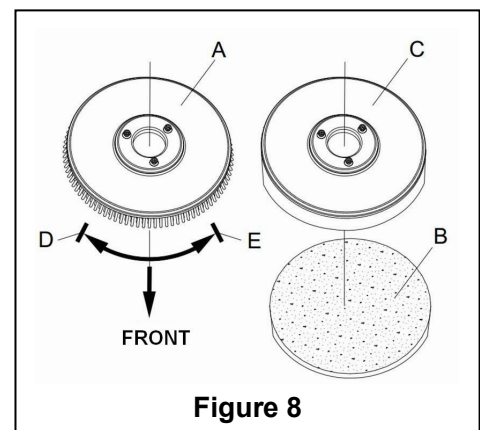

Figure 8
Selon le type de sol à nettoyer, la machine peut être équipée d'une brosse (Figure 8, A) ou d'un support de disque de nettoyage (Figure 8, B et C).
1. (Uniquement applicable sur **AS430B** et **AS510B**) : assurez-vous que l'interrupteur (41) est en position arrêt (**O**).
2. Appuyez sur le guidon (2) pour incliner la machine vers l'arrière (26).
3. Placez la brosse (A) ou le plateau porte disque (B - C) selon le cas.
4. Utilisez le guidon (2) pour approcher le carter de la brosse (26) afin qu'il entre en contact avec la brosse ou le plateau porte disque.
5. Pour installer automatiquement la brosse/plateau porte disque, placez l'interrupteur d'alimentation (41) sur la position "I" et appuyez sur l'interrupteur de sécurité. Pousser doucement la machine vers l'avant afin de permettre à la roue de la courroie au fond du corps du réservoir de s'aligner avec la brosse ou le plateau porte disque qui peut ensuite être installé. Puis relâchez l'interrupteur de sécurité. Si nécessaire, répétez cette procédure jusqu'à ce que la brosse/le plateau porte disque soit installé.
6. Si l'étape 5 ci-dessus s'avère difficile, utilisez la méthode manuelle en suivant la flèche (D) pour installer la brosse/le plateau porte disque (comme indiqué dans la figure 8).
7. Pour retirer automatiquement la brosse/le support du patin, tournez l'interrupteur d'alimentation jusqu'à la position "O". Tenez le guidon avec la main puis appuyez sur la machine vers le bas jusqu'à ce que la roue de guidage touche le sol et que la brosse/le plateau porte disque soit suspendu dans l'air. Mettez l'interrupteur d'alimentation (41) sur la position "I" et appuyez sur l'interrupteur de sécurité pour laisser la brosse ou le plateau porte disque tourner jusqu'à ce que la brosse/le plateau tombe au sol.
8. Si l'étape n° 7 ci-dessus s'avère difficile, utilisez la méthode manuelle en tournant la brosse/le plateau porte disque dans la direction opposée au sens normal de rotation, il peut alors être retiré. (comme indiqué dans la Figure 8)